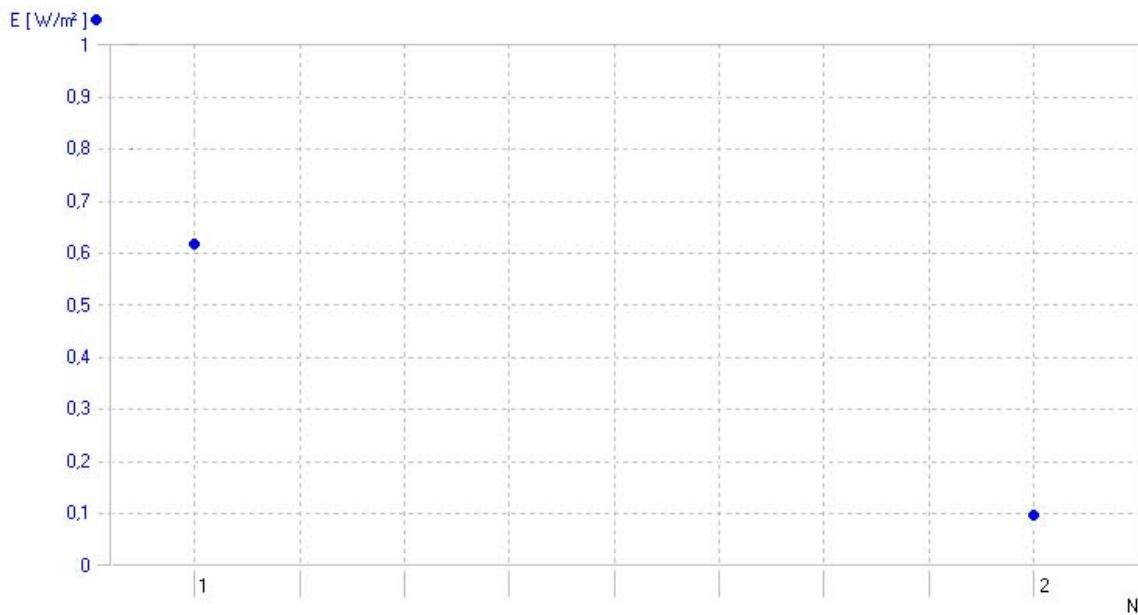

Fig. 3 Bildschirmdarstellung der Messpunkte aus dem vorgenannten Experiment in 3B NETlab™ (U11310)
- Die Abhängigkeit der Messwerte grafisch darstellen (Fig. 3).